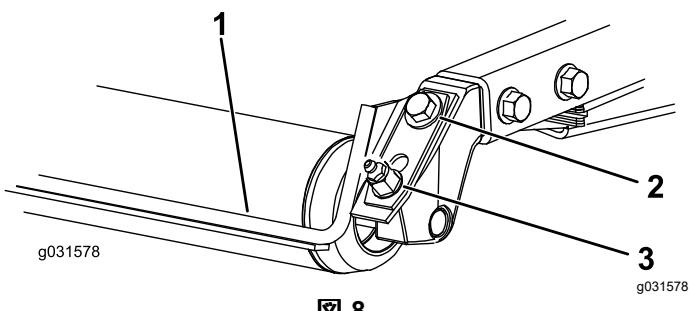

図 8
1. グリスフィットティングと取り付けねじをゆるめる図 8。